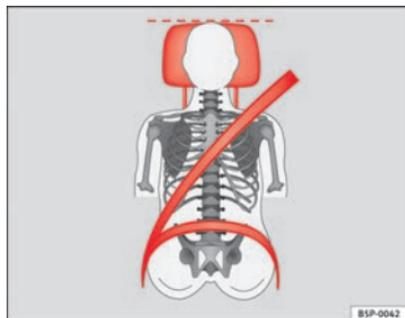
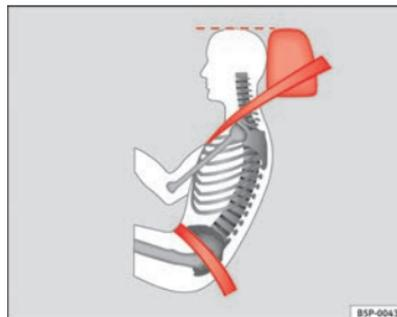

Fig. 92 Visto de frente: apoyacabezas y cinturón ajustados correctamente
Fig. 93 Visto de lado: apoyacabezas y cinturón ajustados correctamente
- Ajuste el apoyacabezas de modo que el borde superior del mismo quede a la misma altura que la parte superior de la cabeza, como mínimo a la altura de los ojos ⇒ fig. 92 y ⇒ fig. 93.